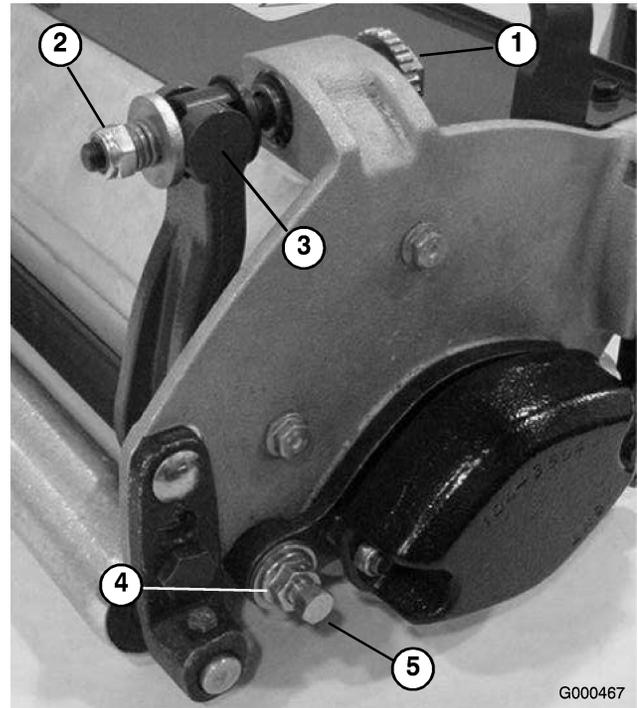

図 55
1. ベッド・バー調整ネジ (図 55) を左に回してベッドナイフとリールの接触をなくす。
2. スプリング・テンション・ナットをゆるめて、ワッシャからベッド・バーまったく圧力がかからないようにする (図 55)。
3. ベッド・バー・ボルト (図 55) を固定しているジャムナット (機体両側) をゆるめる。
4. 各ベッド・バー・ボルトを抜いてベッド・バーを下に引き抜いて外す。ベッド・バーの両端にナイロン・ワッシャとスチール・ワッシャが2枚ずつあるので注意する (図 55)。